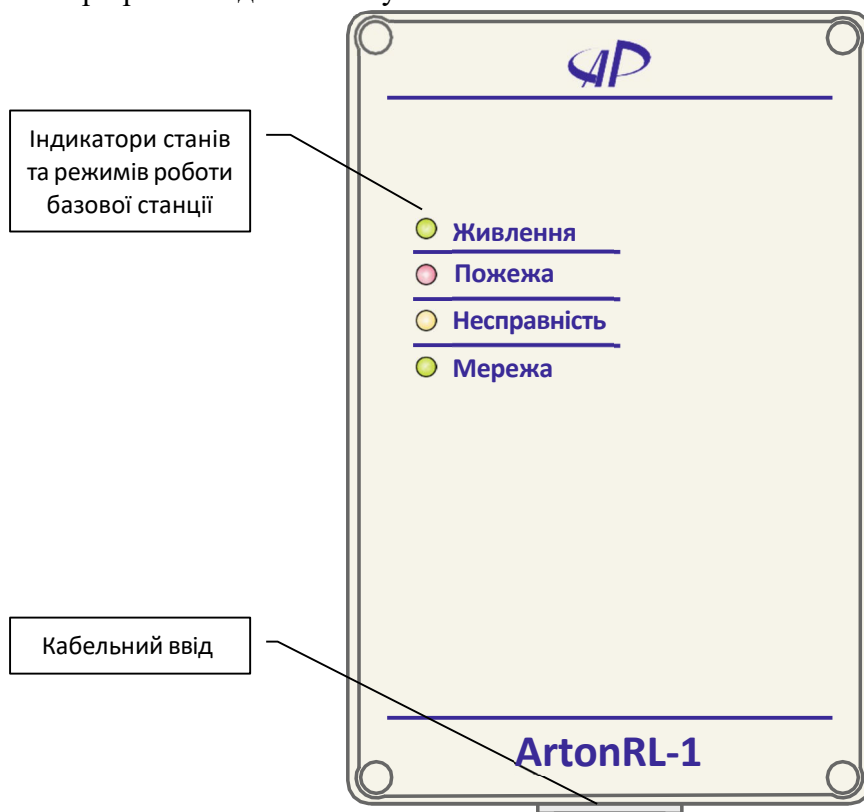

Рис. 1. Зовнішній вигляд базової станції «ArtonRL-1»
3.1 Базова станція представляє собою пластмасовий корпус, у якому розміщені друкована плата мікроконтролерного блоку обробки з трансивером та антеною. На кришці корпусу розташовані світлодіоди, які відображають стан та режим роботи базової станції (Рис.1).